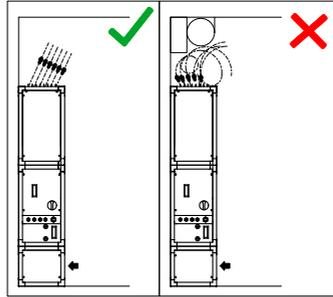

FIG.2
- No obstaculice la salida de aire del purificador, mantenga la mayor distancia posible con el fin de garantizar una buena distribución de aire por la estancia (Fig.2).